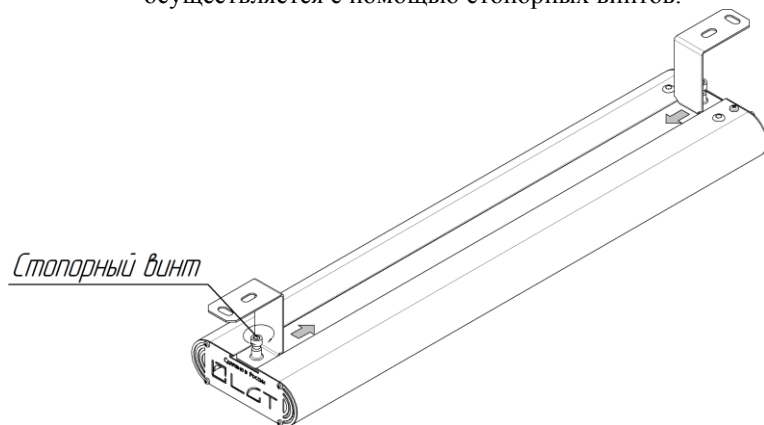

Рис. 1
- 1) Отрегулировать положение креплений на светильнике (Рис. 1). Минимальное рекомендуемое расстояние от краев светильника до креплений 10 мм. Фиксация положения креплений осуществляется с помощью стопорных винтов.